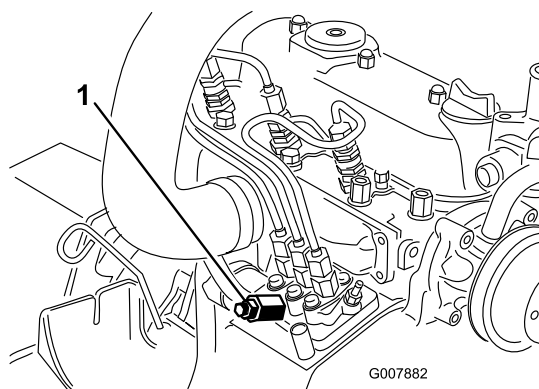

Рисунок 40
3. Поместите ветошь под продувочный винт топливного насоса высокого давления (ТНВД) и откройте его (Рисунок 40).